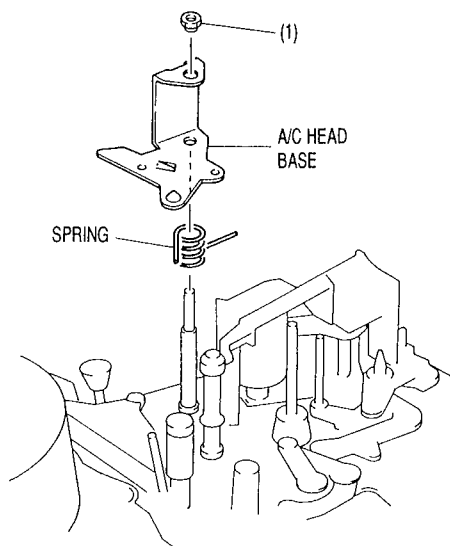

Fig. 3-20
- 1) Remove 1 nut (1). (See Fig. 3-20)